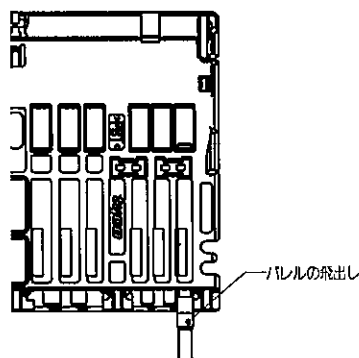

Fig.13
**注意** 端子逆挿入は、Fig.13 のようにハウジングからパレルの一部が飛び出している場合は目視で、飛び出していない場合は積層させた場合に高さにて検知可能です。